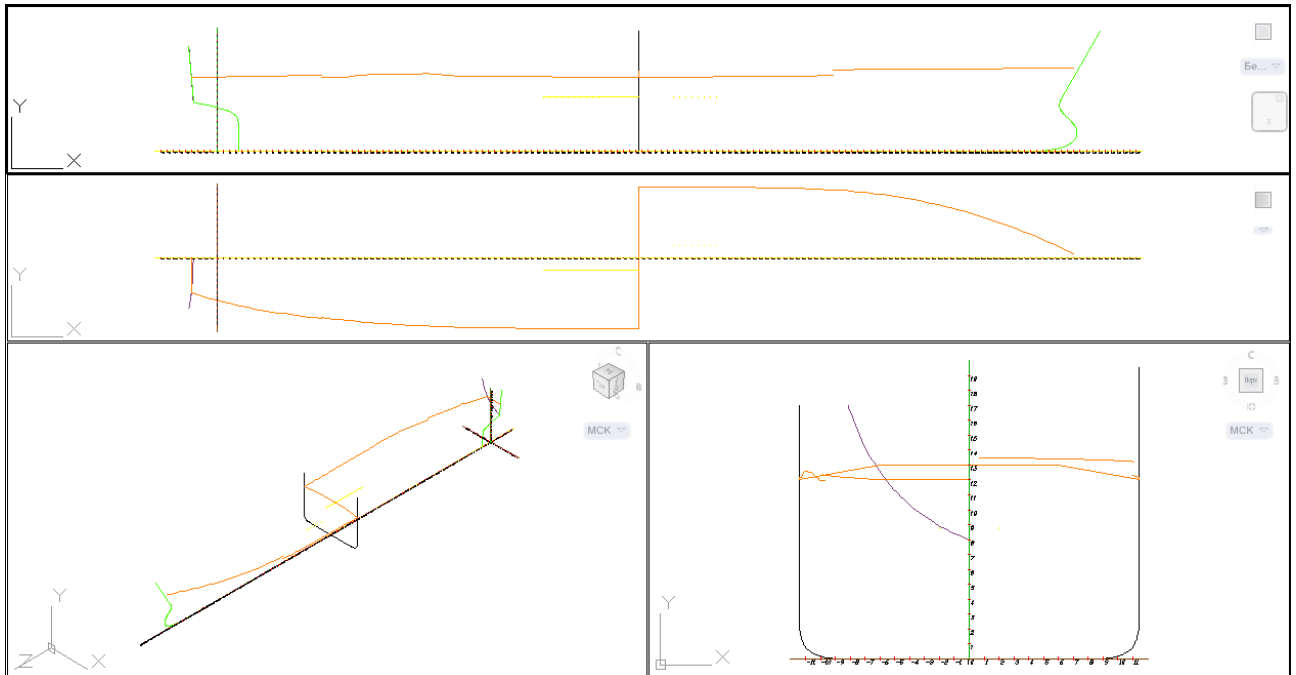

Рисунок 39. Конфигурация TPVK
- TPBK для четырехэкранный конфигурации (сверху — вид BOK, сверху ниже BOK — вид PSH, снизу слева — вид TZ, снизу справа — вид KOR, рисунок 39).